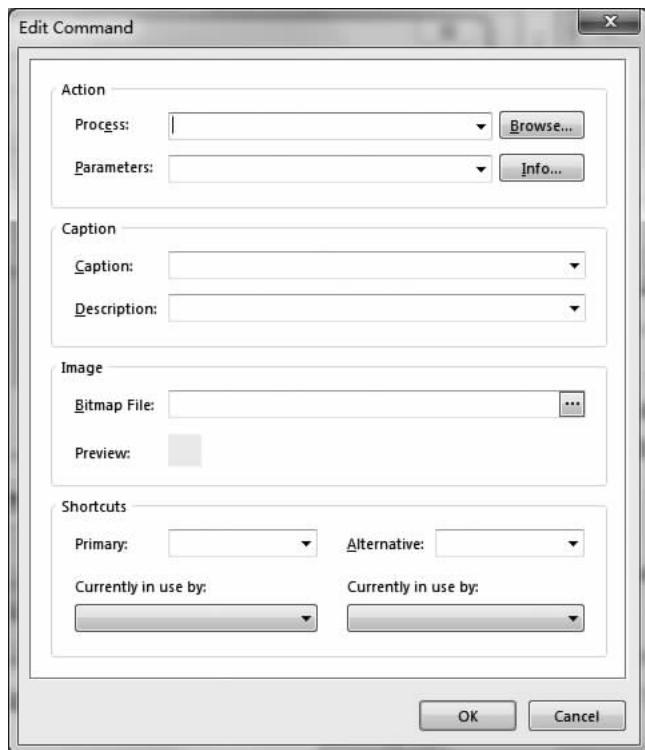

图 1-37 “Edit Command”对话框
(2) 在“Customizing PickATask Editor”对话框中, 选中“Commands”选项卡中“Categories”列表框中的“New”选项, 并单击“New”按钮, 打开如图 1-37 所示的“Edit Command”(编辑命令)对话框。